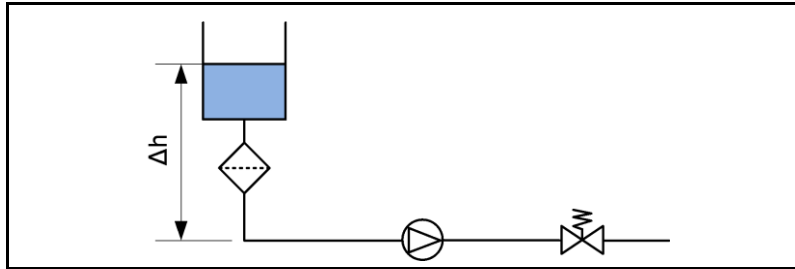

Fig. 19: Saugbehälter oberhalb der Pumpe.
Um unkontrolliertes Ausströmen des Mediums zu vermeiden, muss ein Druckhalteventil auf der Druckseite eingesetzt werden (siehe Fig. 19).
- System gemäss Fig. 19 aufbauen